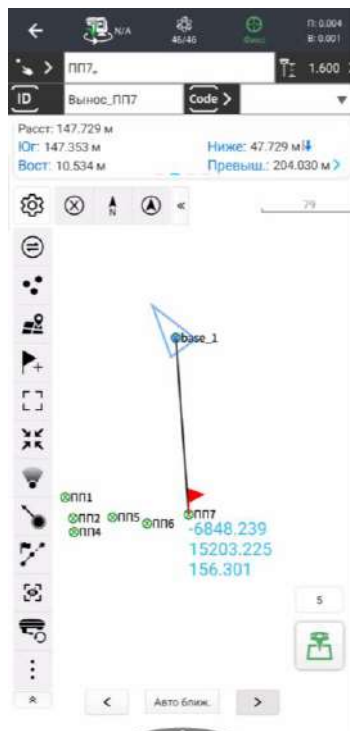
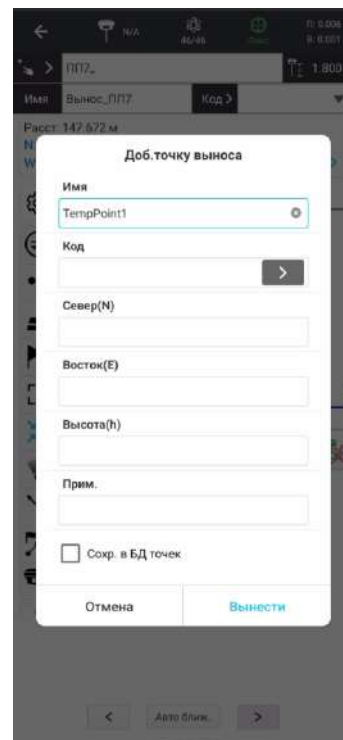

Рисунок 4.9.2
Рисунок 4.9.3
2. Также возможно выбрать необходимую точку непосредственно на экране в меню выноса (Рисунок 4.9.2) или создать ее и сохранить в **БД точек**, нажав кнопку (Рисунок 4.9.3).